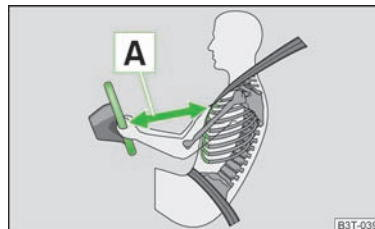

Fig. 81
- No caso do condutor e do passageiro dianteiro, é importante que mantenham uma distância mínima de 25 cm em relação ao volante e/ou ao painel de bordo » Fig. 81 **A**. Se não respeitar esta distância mínima, o sistema de airbags não o poderá proteger - Perigo de vida! Além disso, os bancos dianteiros devem estar sempre ajustados de acordo com a estatura do ocupante.